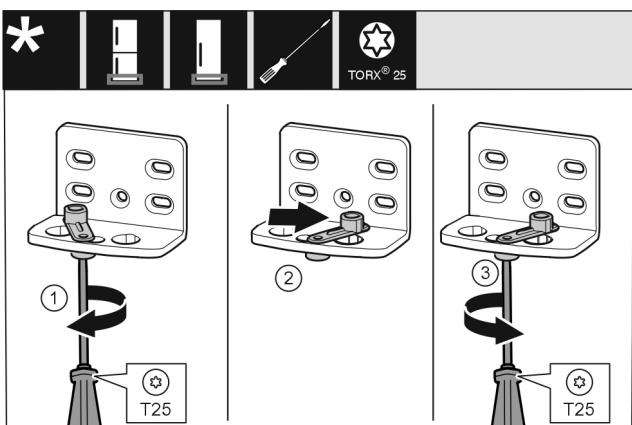

Fig. 15
- ▶ Открутите винт отверткой T25. Fig. 15 (1)
- ▶ Приподнимите фиксатор двери и поверните в отверстии на 90° направо. Fig. 15 (2)
- ▶ Затяните винт отверткой T25. Fig. 15 (3)